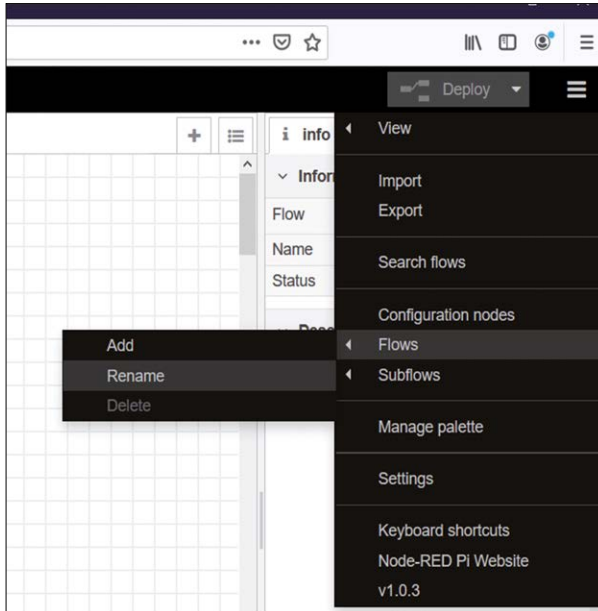

Figure 4.15 Renommer un flux
- Sélectionner **Flux** -> **Renommer** comme indiqué à la figure 4.15